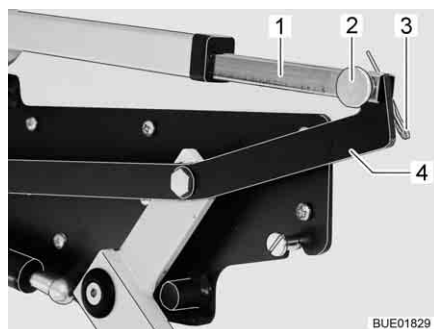

Fig. 140 Entrainement du lit escamotable
- Couper la connexion entre la tige de poussée (Fig. 140,1) et le levier (Fig. 140,4). Retirer pour ce faire la goupille (Fig. 140,3) et la broche (Fig. 140,2).